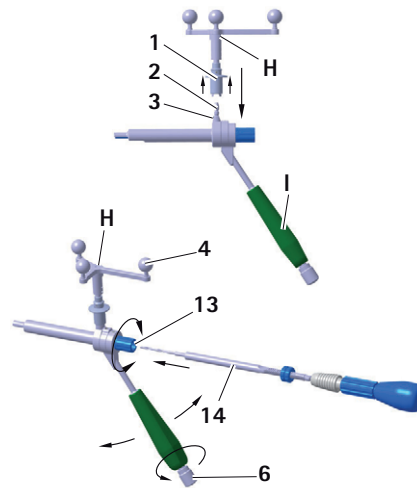

Fig. 10 Montagem da unidade em estrela Aesculap na manga de guia para parafusos lisos S⁴C
- ▶ Para garantir que a câmara tem uma visualização não restrita das esferas de marcação refletoras, desapertar o elemento 6 no punho S⁴C da manga de guia S⁴C I e rodar a unidade em estrela Aesculap H para a posição pretendida, ver Fig. 10.